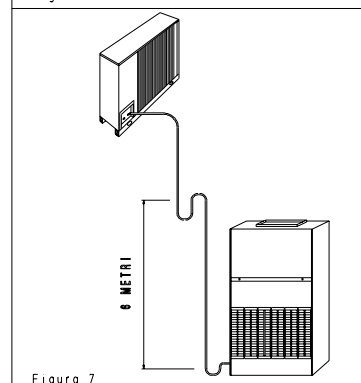

Figura 7
- Per risalite verticali prevedere oltre al pozzetto alla base un sifone raccolta olio ogni 6 metri (vedi Figura 7).